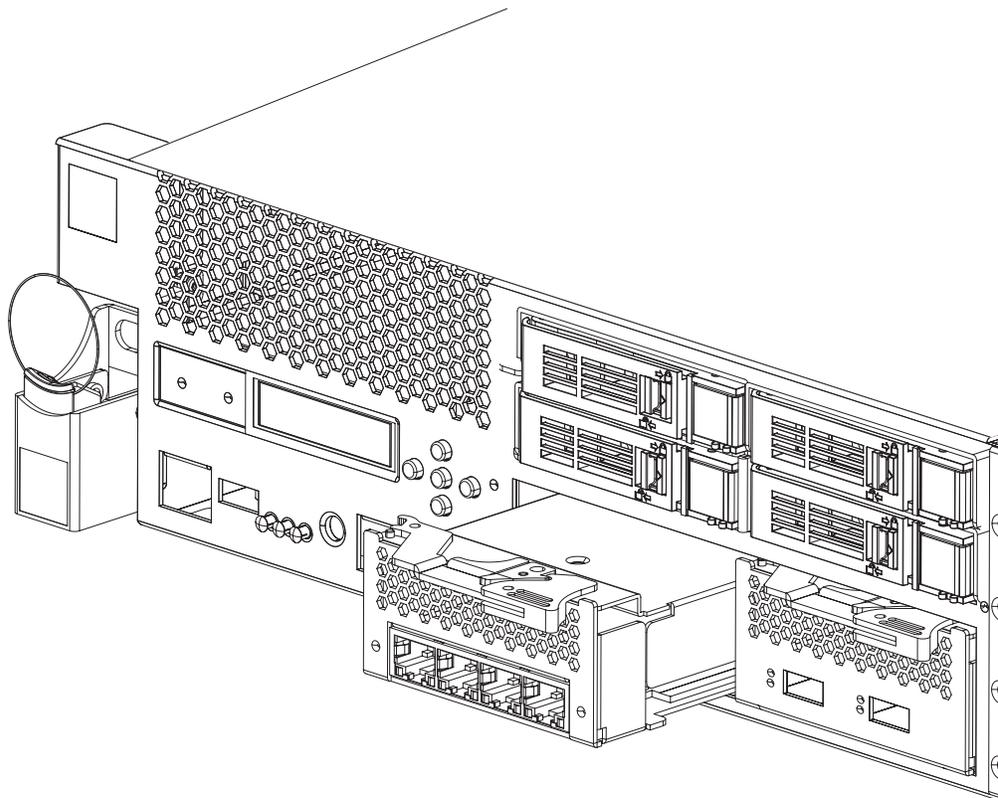

Figura 18. Extracción de un módulo Ethernet
- Tire de la palanca hacia usted y extraiga los módulos Ethernet, como se muestra en Figura 18.